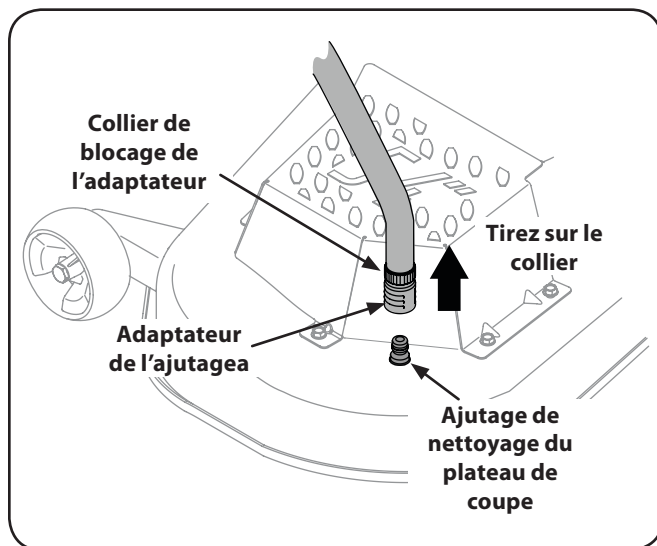

Figure 6-3
1. Relevez le siège du conducteur et nettoyez le capuchon du réservoir et ses alentours pour empêcher que la contamination de l'huile de la transmission par des débris. Voir la Figure 6-3.
3. Tirez sur le collier de blocage de l'adaptateur et poussez l'adaptateur sur l'ajutage du plateau de coupe sur le côté gauche du plateau de 42 po ou sur les ajutages sur d'un côté ou de l'autre du plateau de coupe de 50 po. Lâchez le collier pour bloquer l'adaptateur sur l'ajutage. Voir la Figure 6-3.